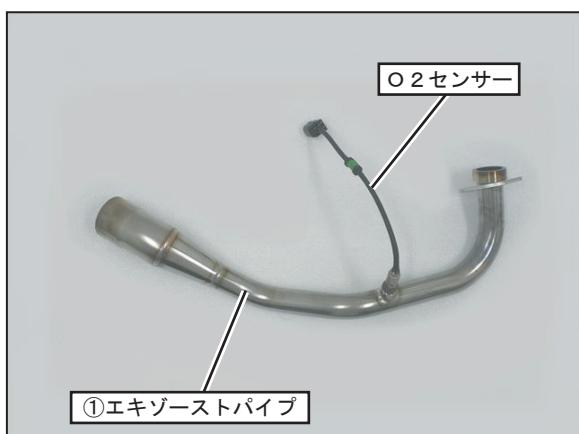

FIG. 3
4. 純正マフラーからO2センサーを取り外し、①エキゾーストパイプに取り付けて下さい。 (FIG. 3参照)